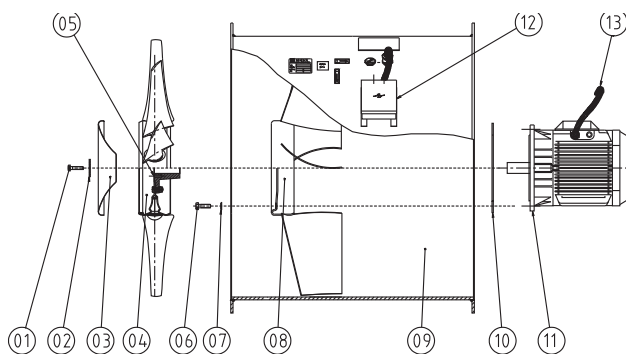

Fig. 11. Demontage/montage van axiale ventilator van het type ACN/ACW/ARN
6.5 Demontage van motor (Zie fig. 11)
6.6 Montage van motor (Zie fig. 11)